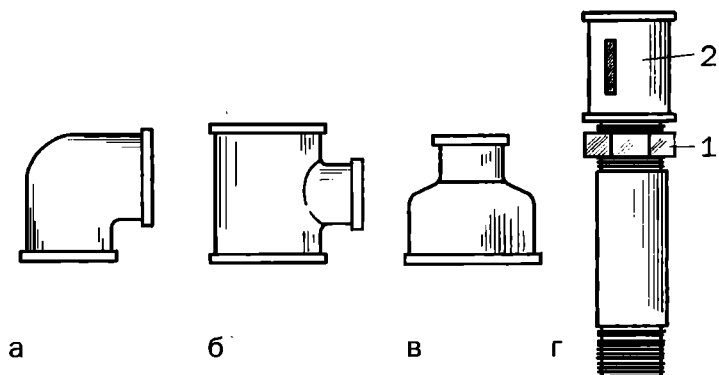

Рис. 31. Некоторые соединительные элементы:
- фитинги, муфты (прямые и переходные для труб одинакового и разного диаметров соответственно) для соединения труб; уголки (для монтажа труб под разными углами), крестовины и тройники (для соединения ответвлений); сгоны в комплекте с муфтами и контргайками (для устройства соединений, которые можно при необходимости демонтировать). Некоторые из них показаны на рис. 31;